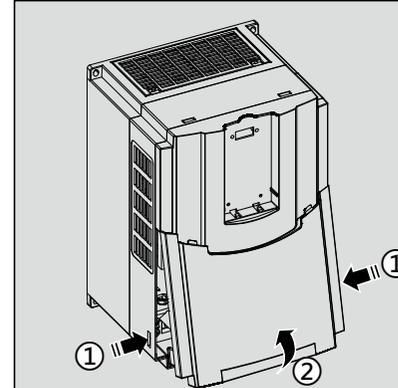

图 2-9 下盖板的拆卸
按图2-9中①方向用力压下盖板左右两侧的同时，按②方向抬起。